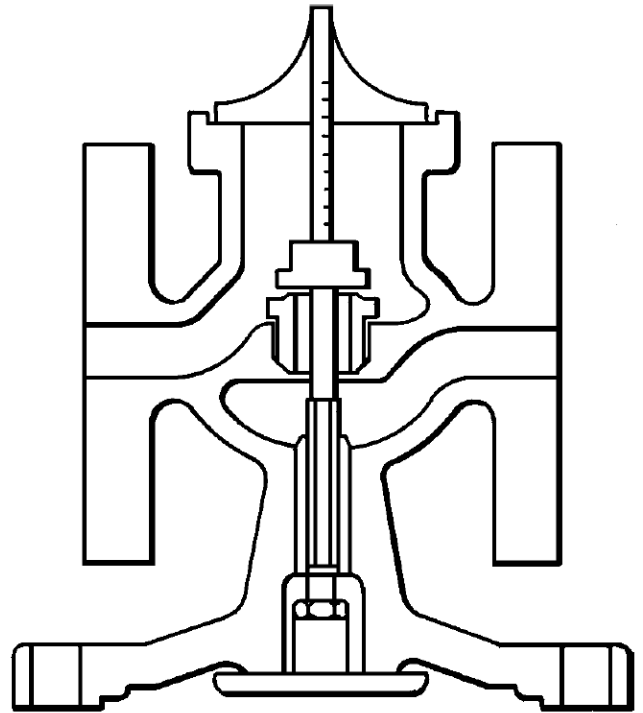

Fig. 6
9. Na rodage, of wanneer klep of zitting vervangen werden, zal de klepstoter (23) herregeld worden om de juiste lichthoogte te verzekeren.
10. Daartoe moet de membraankamer, klepstoter (23) en klepstotervoet (24) gedemonteerd worden volgens de procedure 3.8 (1,2 en 3).
11. Plaats de klepstoter met voet (23) en (24) en de hoofdklep (21) terug. zie na of de klep wel degelijk op haar zitting rust.
12. De hoofdklep kan nu geopend worden door de klepstotervoet naar boven te drukken tot hij het huis raakt. Controleer de lichthoogte van de hoofdklep met behulp van een dieptemeter, zoals getekend in fig.6.
13. Wanneer de lichthoogte niet overeenstemt met de waarde, gegeven in de tabel, schroef dan de tegenmoer (25) los en regel de lichthoogte door de klepstoter (23) verder in of uit de klepstotervoet (24) te schroeven. Bij correcte lichthoogte moet de tegenmoer (25) weer vastgeschroefd worden.